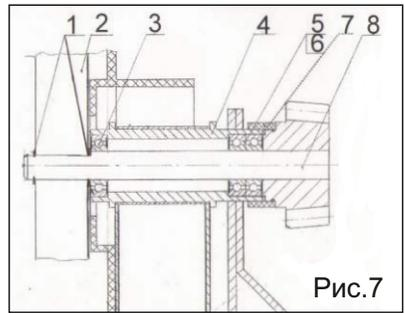

Рис.7
5.3. Наживіть шків (2) Рис. 7 «Інструкція по заміні комплектуючих» стороною з ребрами жорсткості всередину до упору і одягніть стопорне кільце.
- 2.3. Зняти стопорне кільце 1 (Рис. 7), зняти шків (2) і зняти 2-ге стопорне кільце.